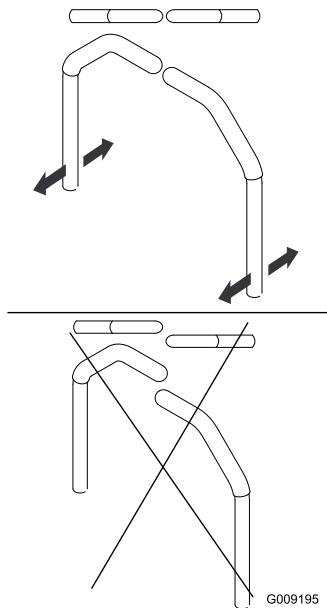

Figura 63
4. Alinee las palancas en el sentido adelante/atrás acercándolas a la posición de PUNTO MUERTO, y moviéndolas hasta que estén alineadas; luego apriete los pernos (Figura 63).